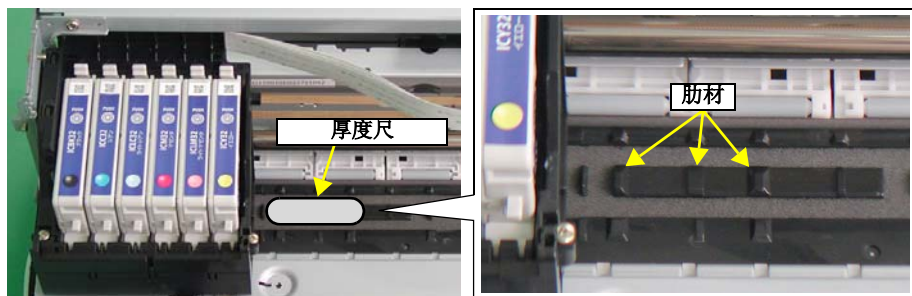

图 3-7. 设置厚度尺
10. 把字车移到打印机的最左边，按照图 3-7 所示的方法把厚度尺 (1.31mm) 安装在前导纸板的肋材上 (X3)。